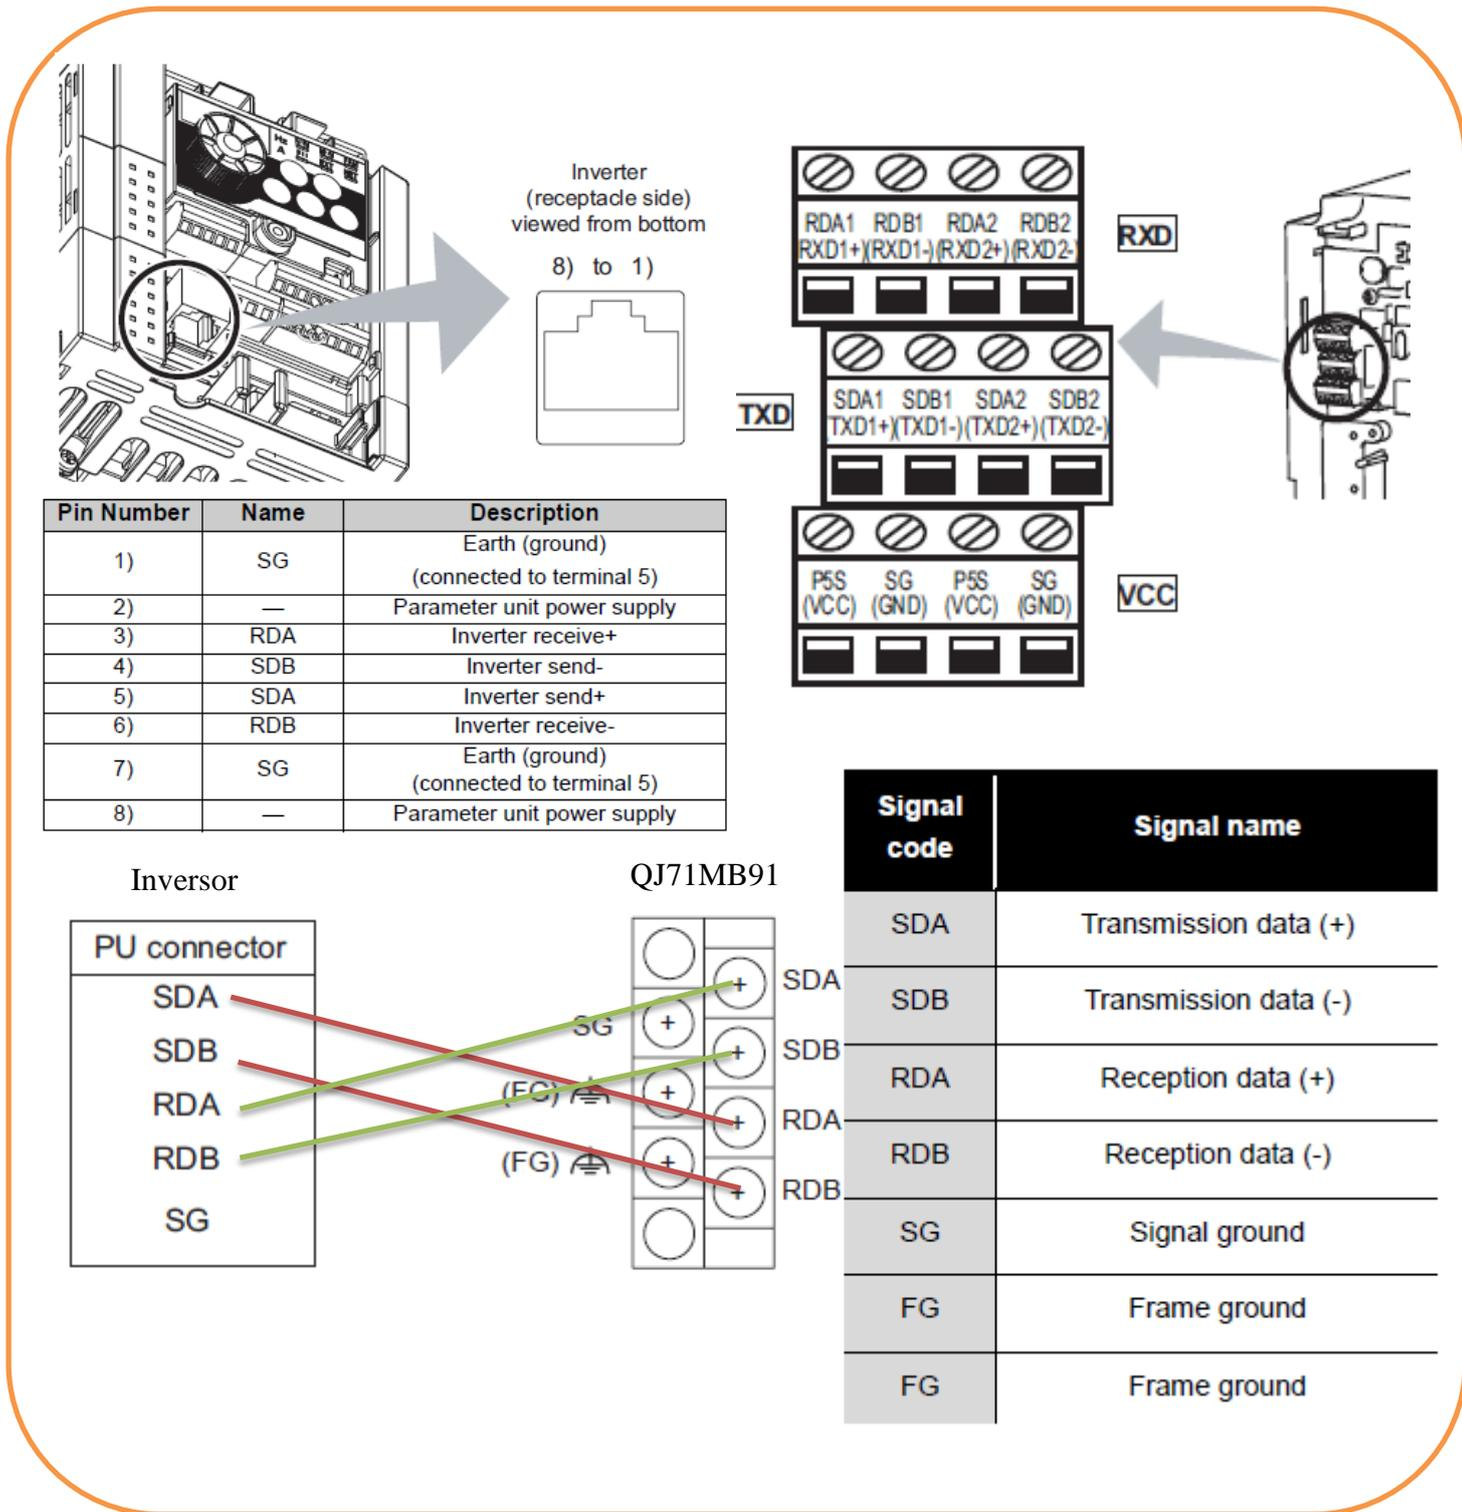

Figura 1 - Ligação dos cabos usando o conector RJ45 ou RS485
- b) Preparar o esquema de ligação da rede RS-485 de acordo com a Figura 1. Se necessário, colocar resistores de terminação.